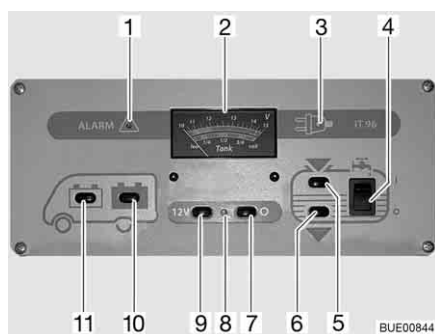

Fig. 156 Pannello di controllo IT 96-2
L'interruttore principale a 12 V (Fig. 156,7 e 9) inserisce o disinserisce il pannello di controllo e l'alimentazione a 12 V dell'abitacolo.
Accensione: ■ Premere l'interruttore (Fig. 156,9) "12 V": L'alimentazione a 12 V dell'abitacolo è inserita. La spia di controllo (Fig. 156,8) diventa verde.
Spegnimento: ■ Premere l'interruttore (Fig. 156,7) "O": L'alimentazione a 12 V dell'abitacolo è disinserita. La spia di controllo (Fig. 156,8) si spegne.
Per l'indicatore volt/serbatoio (Fig. 156,2) leggere la scala superiore. L'indicatore si illumina automaticamente appena viene premuto un interruttore.
- Premere l'interruttore (Fig. 156,11) "🔌": Viene indicata la tensione della batteria di avviamento.
- Premere l'interruttore (Fig. 156,10) "🔌": Viene indicata la tensione della batteria dell'abitacolo.
Per l'indicatore volt/serbatoio (Fig. 156,2) leggere la scala inferiore. L'indicatore si illumina automaticamente appena viene premuto un interruttore.
- Premere l'interruttore (Fig. 156,5) "": Viene indicato il livello del serbatoio dell'acqua.
- Premere l'interruttore (Fig. 156,6) "": Viene indicato il livello del serbatoio delle acque grigie.
Accensione: ■ Premere in alto l'interruttore a bilico (Fig. 156,4) "I": L'alimentazione idrica è accesa.
Spegnimento: ■ Premere l'interruttore a bilico in basso (Fig. 156,4) "O": L'alimentazione idrica è spenta.
La spia luminosa rossa "ALARM" (Fig. 156,1) inizia a lampeggiare non appena la tensione della batteria dell'abitacolo scende al di sotto di 11 V (misurazione durante il normale esercizio) con conseguente rischio che la batteria si scarichi troppo.
La spia di controllo a 12 V (Fig. 156,8) si accende non appena l'interruttore principale a 12 V (Fig. 156,9) viene inserito.
La spia gialla di controllo a 230 V (Fig. 156,3) si accende quando all'ingresso della centralina elettrica è presente una tensione di rete.